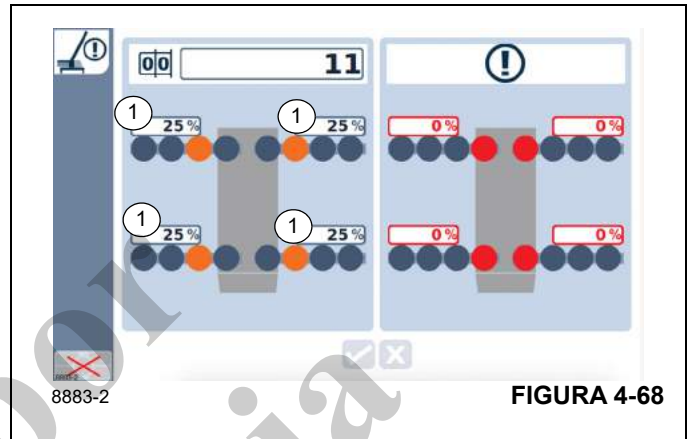

FIGURA 4-68
Si el OMS no coincide con las posiciones seleccionadas, se abre otra vista después de seleccionar la marca de verificación (4), (Figura 4-69), en la esquina inferior derecha de esta pantalla. Ahí, las posiciones detectadas y las posiciones seleccionadas se muestran una al lado de la otra (1), (Figura 4-68).